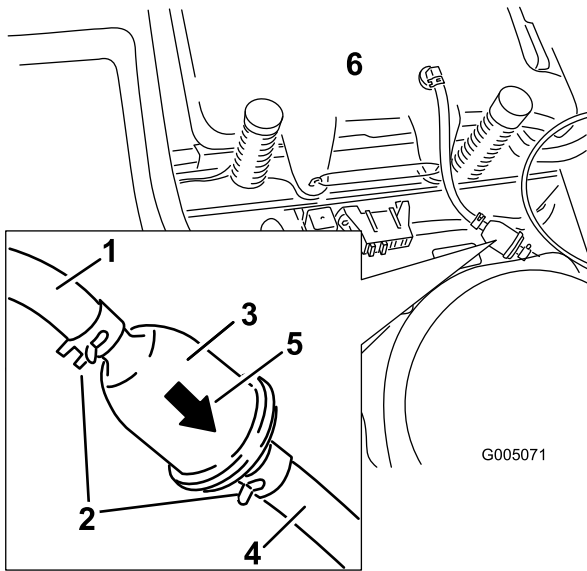

Figura 30
4. Apriete los extremos de las abrazaderas y deslícelas por el tubo alejándolas del filtro (Figura 30).
6. Instale un filtro nuevo – la flecha que indica el sentido de flujo debe apuntar hacia el motor. Acerque las abrazaderas al filtro (Figura 30) para sujetar éste.